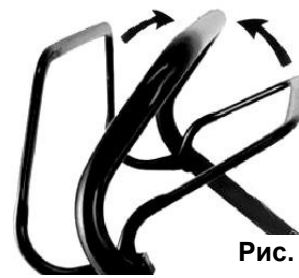

Рис. 7
- Самоходное движение косилки управляется оператором при помощи ручки управления приводом (1)(См. Рис.1): ручку контроля наличия оператора (3)(См. Рис.1) следует прижать к основной рукоятке управления (См. Рис.7), а ручку управления приводом поднять к ней. Чем ближе последняя к основной ручке, тем быстрее едет косилка.